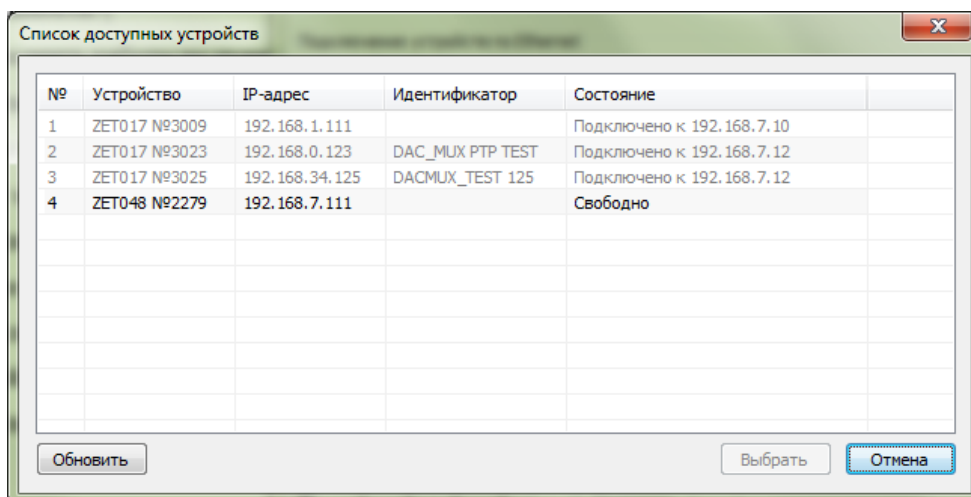

Рис. 2.4 Программа «Список доступных устройств»
6. При нажатии активной кнопки «» откроется окно программы «Список доступных устройств» (Рис. 2.4).